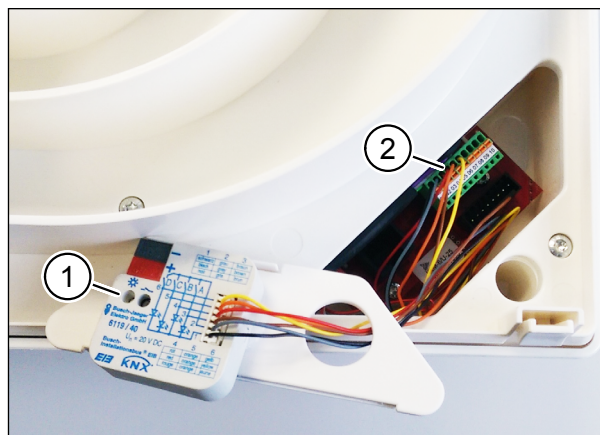

Abb. 9: EIB-Universalschnittstelle an Platine anschließen
- Schließen Sie die EIB-Universalschnittstelle 6119/40 (Pos. 1 in Abb. 9) an die Platine des Lüftungsgerätes (Pos. 2 in Abb. 9) an.